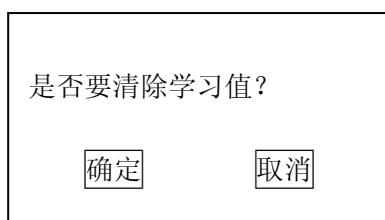

图 1-7
7) 出现提示“是否要清除学习值? ”, 点击【确定】, 清除完成。请关闭点火开关存储设定值。如图 1-7。